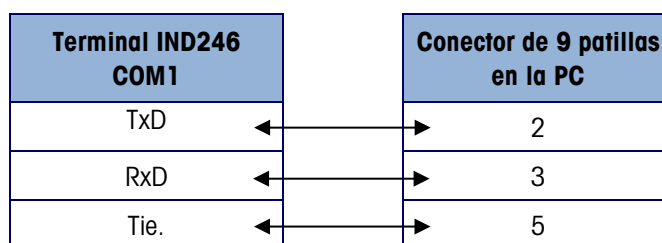

Figura 5-11: Instalación eléctrica del cable serial
4. Conecte un cable serial configurado como se muestra en la Figura 5-11 de una PC al terminal.